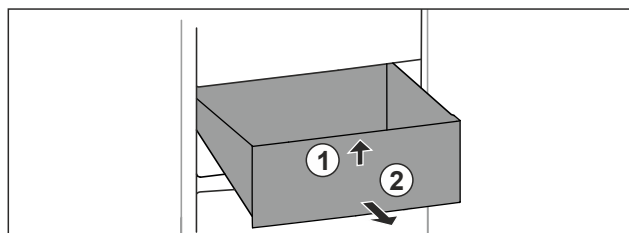

Fig. 30
- ▶ Nadzvedněte zásuvku vpředu. Fig. 30 (1)
- ▶ Vyměňte zásuvku dopředu. Fig. 30 (2)